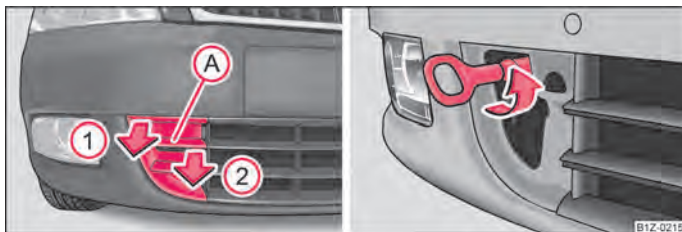
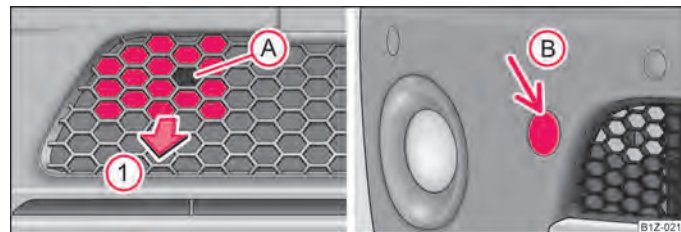

Fig. 173 Bara de protecție față: Grilajul de protecție / montarea inelului de remorcare
Fig. 174 Bara de protecție față Octavia RS: Grilajul / Octavia Scout: Capac
- Introduceți degetul în orificiul (A) ⇒ fig. 173.
- Trăgând în sensul indicat de săgeată ① eliberați capacul mai întâi în partea de sus, în partea proiecteurului de ceață.
- Apoi eliberați capacul în sensul indicat de săgeata ② și pe partea cealaltă și scoateți-l.
- Înșurubați cârligul de tractare cu mâna spre stânga ⇒ fig. 173 - dreapta și strângeți. Pentru strângere, vă recomandăm de exemplu să utilizați cheia de roți, inelul de ancorare al unui alt autovehicul sau un alt obiect asemănător, pe care să îl puteți introduce în cârlig.
- Introduceți degetul în orificiul (A) al grilajului ⇒ fig. 174.
- Trageți în sensul indicat de săgeată ① și deblocați capacul, apoi scoateți-l.
- Înșurubați cârligul de tractare cu mâna spre stânga până la limită ⇒ fig. 173 - dreapta și strângeți-l cât de mult posibil.
- Apăsați pe partea de sus a capacului (B) și scoateți-l.
- Înșurubați cârligul de tractare cu mâna spre stânga până la limită ⇒ fig. 173 - dreapta și strângeți-l cât de mult posibil. Pentru strângere, vă recomandăm de exemplu să utilizați cheia de roți, inelul de ancorare al unui alt autovehicul sau un alt obiect asemănător, pe care să îl puteți introduce în cârlig.